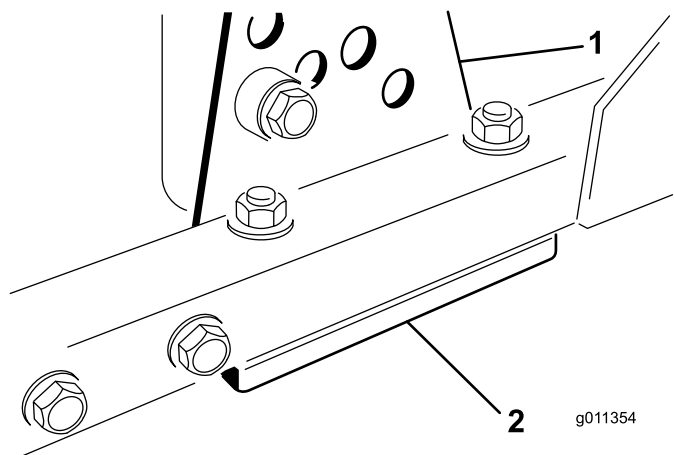

Figura 123
1. Retire o suporte da altura de corte (frente, esquerda ou direita) da estrutura da unidade de corte (Figura 123).
2. Ajuste os calços de 1,5 mm e/ou de 0,7 mm entre a estrutura da unidade de corte e o suporte para obter a definição de altura pretendida (Figura 123).